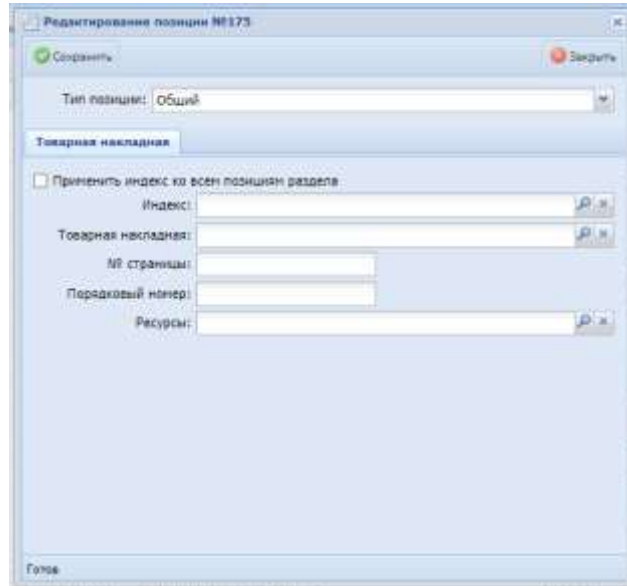

Рис. 105. Прикрепление товарной накладной по объектам капитального ремонта
- чтобы прикрепить позицию к товарной накладной по объектам капитального ремонта необходимо в поле «Товарная накладная» выбрать товарную накладную (Рис. 105);